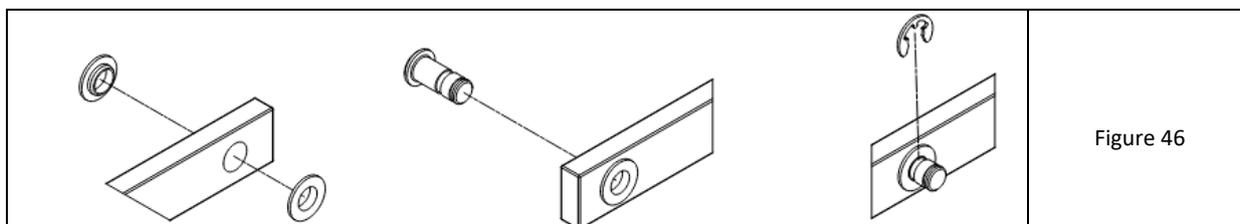

Figure 46
1. Fixer de petites bagues collectrices à la tringlerie d'entraînement - de part et d'autre de chaque trou de la tringlerie. (Fig. 46-gauche).
2. Enfoncez ensuite la goupille en acier (Fig. 46-centre) à fond dans chaque trou avec les anneaux en place et, du côté opposé à sa tête, insérez un petit clip dans la rainure plus loin de l'extrémité à l'aide d'un outil spécial. (Fig. 46-droite).